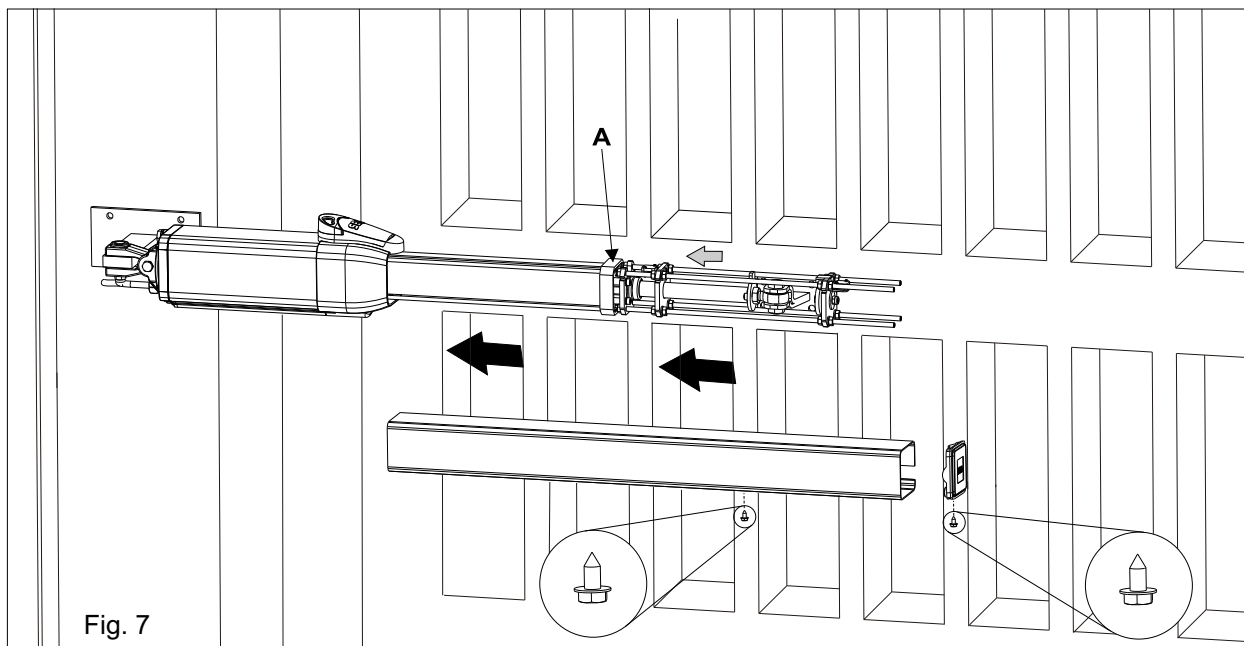

Fig. 7
S'assurer d'avoir inséré le quadre en plastique anti-vibration (A) avant d'insérer le carter-couvre tige (Fig. 7).